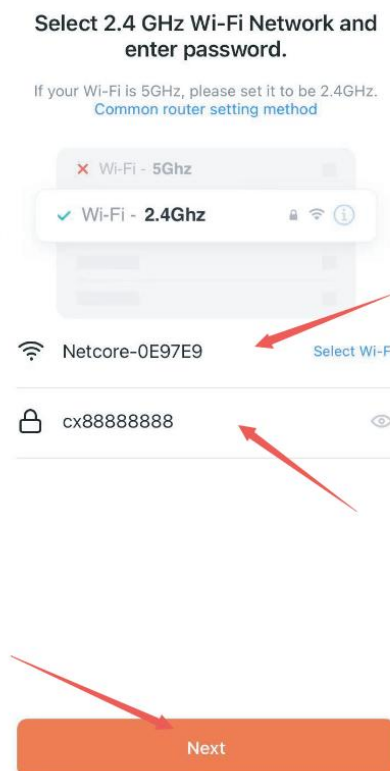

Imagen A-3
3. Introduce la contraseña del WiFi y confirma, como se muestra en la imagen A-3.